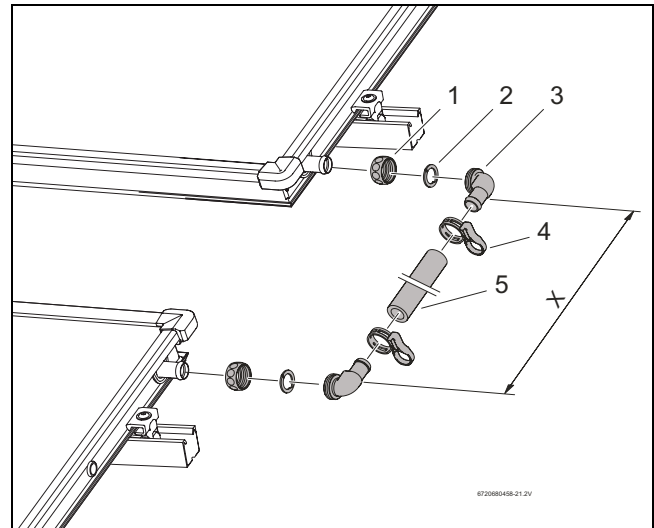

Bild 58 Verbindungs-Set zwischen zwei Kollektorreihen
- Überwurfmutter (Bild 58, [1]) über Kollektoranschlüsse schieben.
- Klemmscheibe (Bild 58, [2]) hinter die Wulst des Kollektoranschlusses legen und zusammen drücken.
- Winkelstücke mit O-Ring (Bild 58, [3]) an Anschluss drücken, ausrichten und mit Überwurfmutter verschrauben.
- Abstand zwischen den Winkelstücken (Abstand X) der montierten Kollektoren messen und den Solarschlauch (Bild 58, [5]) entsprechend kürzen.
- Solarschlauch auf die Winkelstücke schieben und mit Federbandschelle (Bild 58, [4]) sichern.